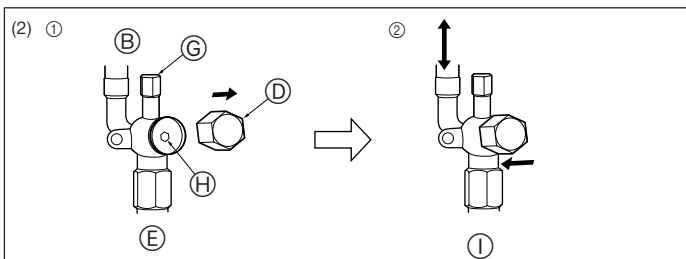

Fig. 4-7
- Πλευρά υγρού (Fig. 4-7)
- ① Κατεύθυνση ροής ψυκτικού